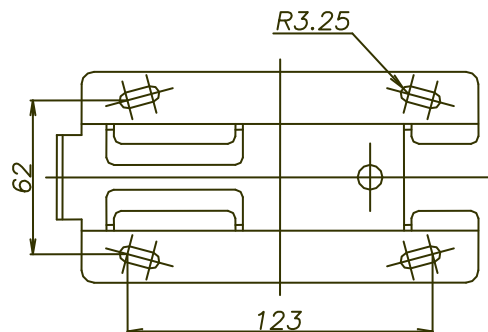

図.1
2. 取付けブラケットをボルトまたはナットで締め付け固定してください。（取付けピッチ図.1 参照）